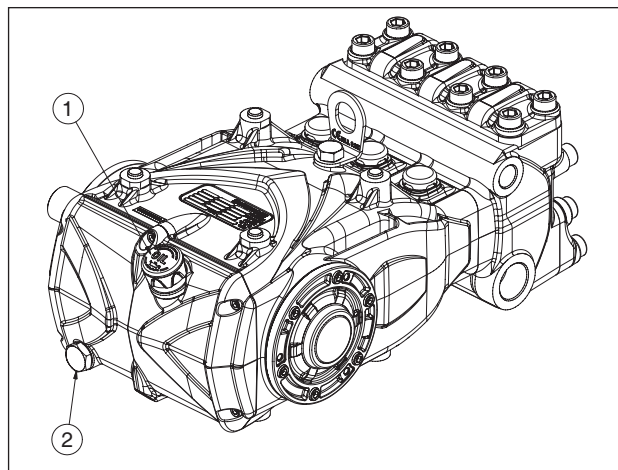

Fig. 3
Controlar el nivel de aceite, si es necesario repostar desde la varilla de nivel de aceite pos. ①, Fig. 3.
El control correcto del nivel de aceite se realiza con la bomba a temperatura ambiente, el cambio de aceite va realizado con la bomba a temperatura de funcionamiento retirando: la varilla de nivel de aceite pos. ①, y, a continuación, el tapón pos. ②, Fig. 3.